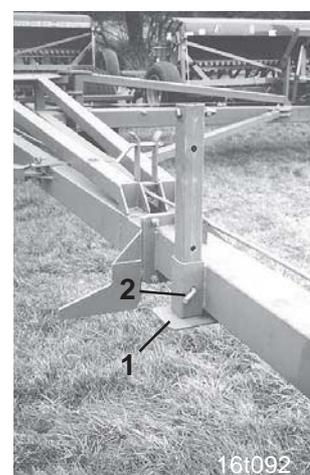

Рис. 4.4
- опорные стойки (Рис. 4.4/1) выдвинуть вверх и зафиксировать при помощи стопорного пальца вынутаго ранее (Рис. 4.4/2), после чего палец закрепить при помощи штекера с фиксирующей пружиной.